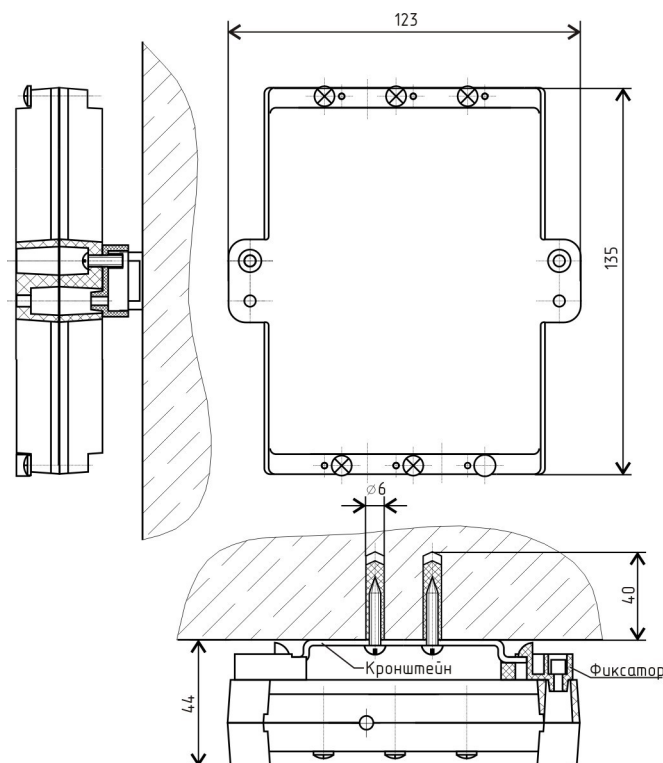

Рисунок 5 - Крепление ОПД-5Л
1) ОПД-5Л крепиться к стене при помощи кронштейна ЕСАН.745422.001 и двух фиксаторов правого ЕСАН.758600.001 и левого ЕСАН.758600.001-01. Фиксаторы крепятся к корпусу ОПД-5Л при помощи двух винтов М4х12. Кронштейн крепиться к стене при помощи самонарезающихся шурупов 4х25 и дюбелей 6х35 (рисунок 5).